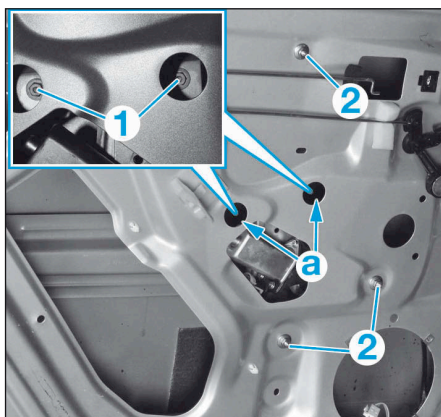

FIG.49
- Descendre la vitre afin d'accéder aux vis (1) au travers des orifices (a) (Fig.49).
- Déposer les vis (1).
- Déposer les écrous (2).